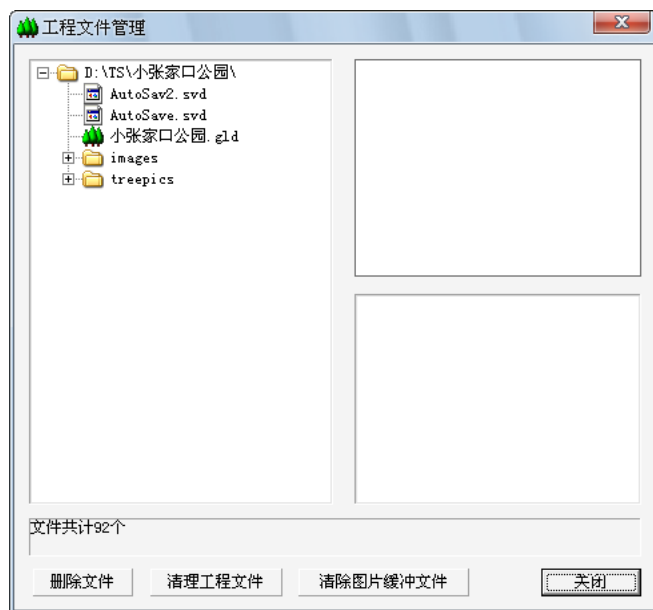

图 2-4 工程文件管理对话框
1. 选择 [文件] | [工程文件管理]，弹出“工程文件管理”对话框，如图 2-4 所示；